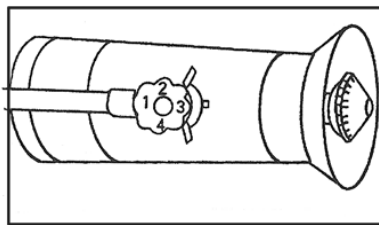

Figura 11
- A numeração desejada deve estar alinhada com a linha de marcação. (Figura 11).